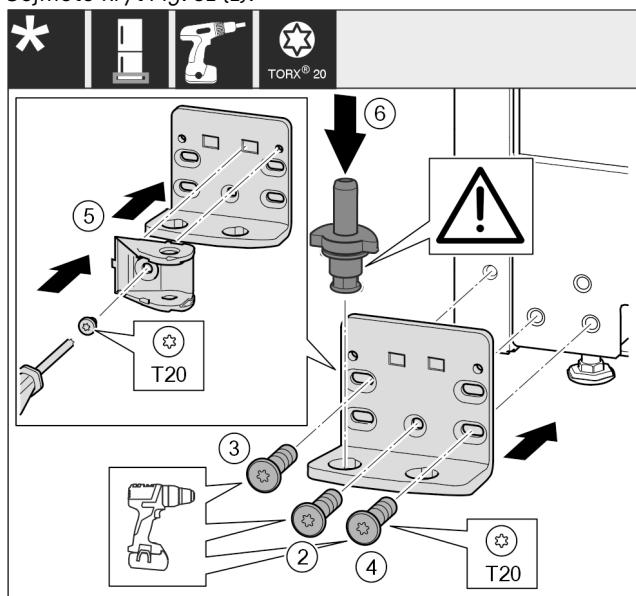

Fig. 32
- Nasadte stojan ložiska na druhé straně a přišroubujte pomocí šroubováku. Začněte šroubem Fig. 32 (2) dole uprostřed.
- Utáhněte šroub Fig. 32 (3) a šroub Fig. 32 (4).
- Spojení tlumiče zavírání Fig. 32 (5) otočte o 180°. Šroubovákem přišroubujte na druhé straně stojanu ložiska.
- Zcela vložte ložiskový čep Fig. 32 (6). Přitom dávejte pozor, aby zajišťovací vačka směřovala dozadu.